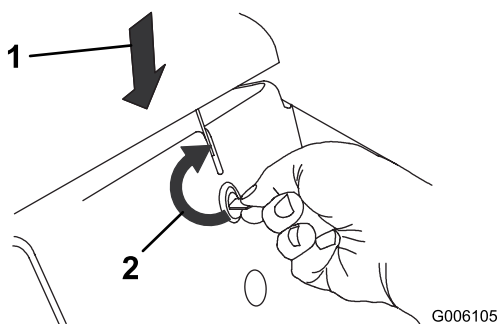

Figura 20
1. Empuje hacia abajo sobre el capó mientras gira el cierre del capó con una moneda o un destornillador en el sentido de las agujas del reloj (Figura 20).